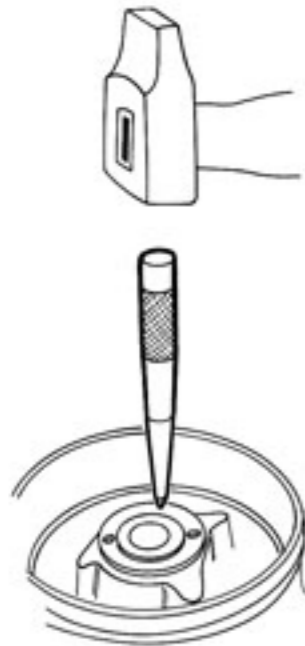

Fig. 1
- Revisser le contre-écrou du roulement et freiner celui-ci par deux coups de pointeau (diamétralement opposés) sur la périphérie du filetage (Fig. 1).